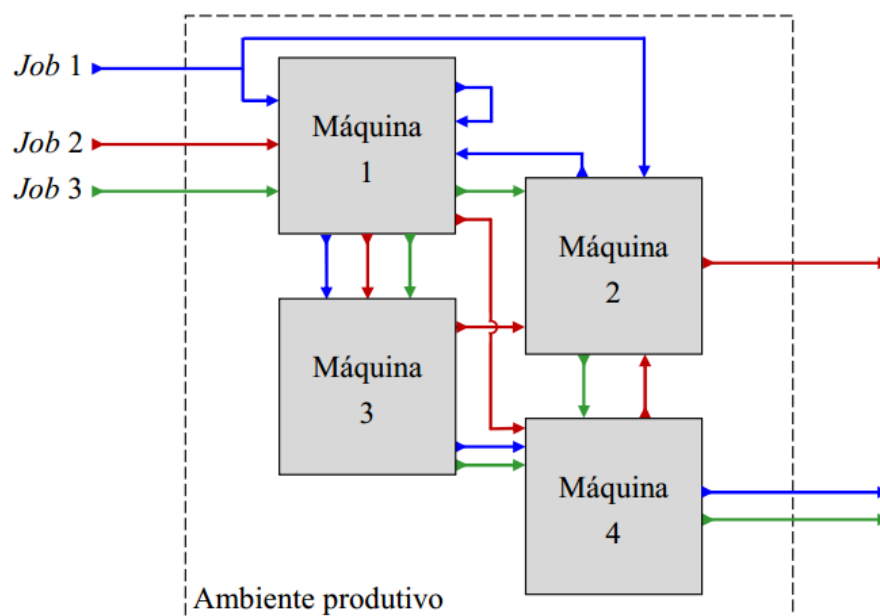

Figura 1- Exemplo de FJSP
- A Figura 1 ilustra um exemplo de ambiente produtivo baseado no FJSP, onde as setas, equivalentes aos arcos disjuntivos, indicam os caminhos possíveis dos Jobs através das máquinas, ilustrando as alternativas de processamento das operações. A atribuição de cada operação a uma máquina alternativa implica em encontrar, para cada *job*, um caminho que inicie à esquerda da figura e termine à sua direita. Esses caminhos devem seguir as setas, passando por cada uma delas, no máximo, uma vez. Para se obter uma solução do FJSP, além de definir as atribuições, ainda é necessário determinar as sequências das operações a serem
processadas em cada máquina. Segue descrição do ambiente representado na Figura 1, que visa esclarecer como os *jobs* do FJSP podem percorrer caminhos alternativos através das máquinas: